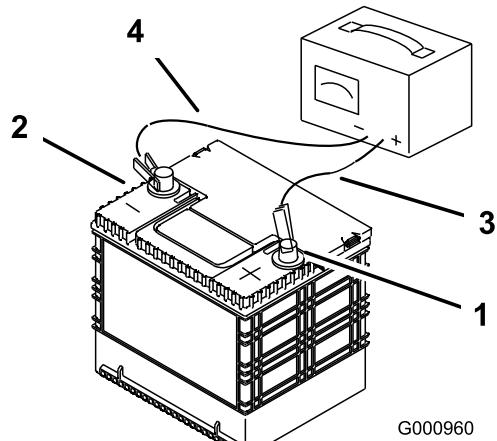

Figura 42
2. Cuando la batería esté completamente cargada, desconecte el cargador de la toma de electricidad, luego desconecte los cables del cargador de los bornes de la batería (Figura 42).